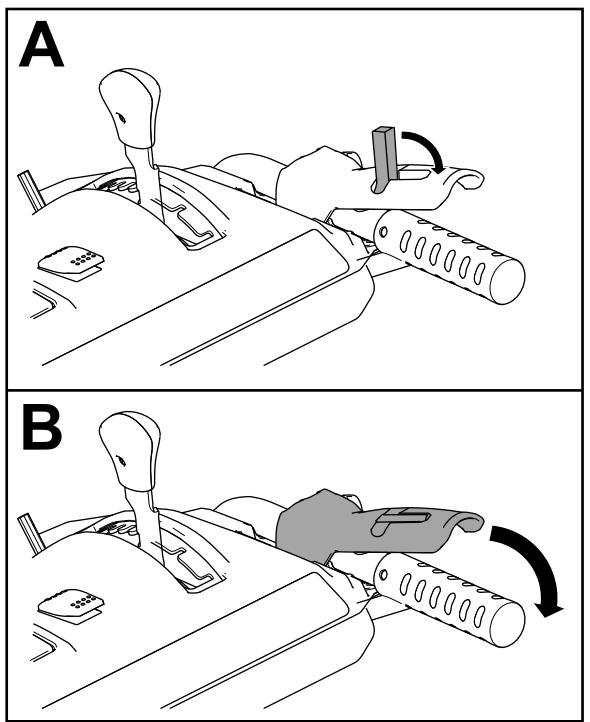

Figura 30
2. Engrane la palanca del sinfín/impulsor y sujetela en esa posición (Figura 30).